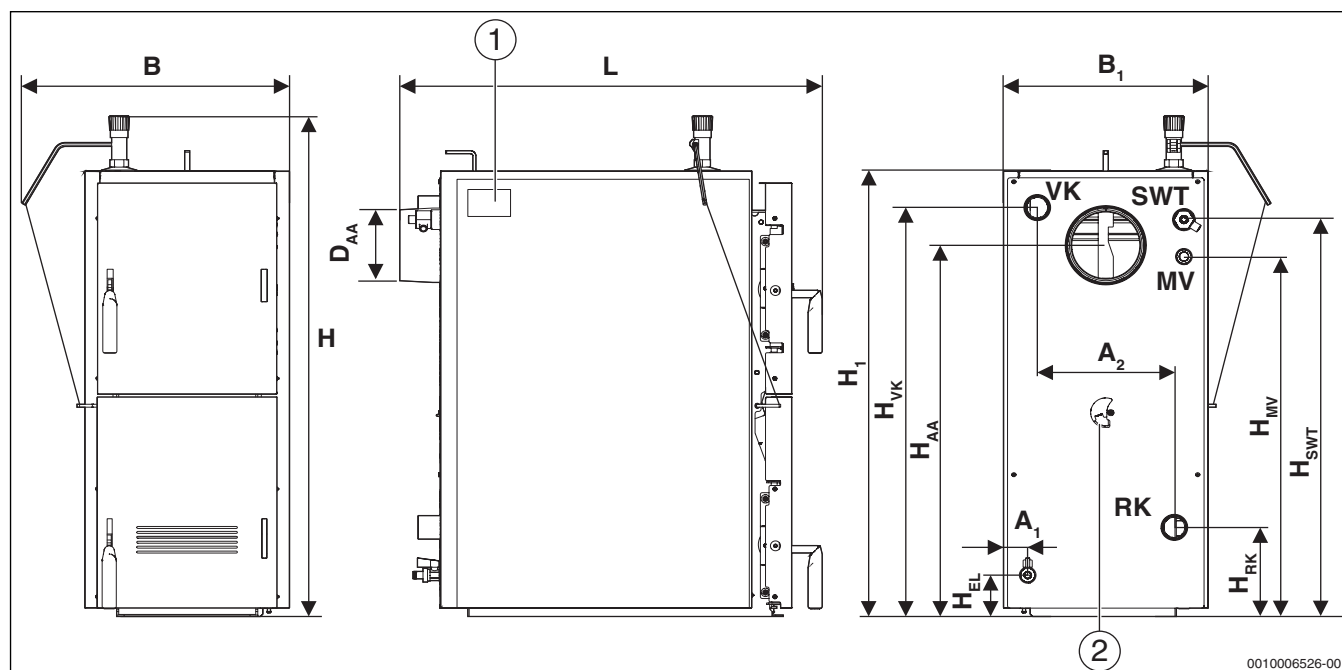

Рис. 5 Размеры Solid 2000H SFH 15 HNS
- ▶ Наклейте заводскую табличку в хорошо доступном и видимом месте, например, вверху на боковую стенку котла (→ рис. 5, стр. 8).